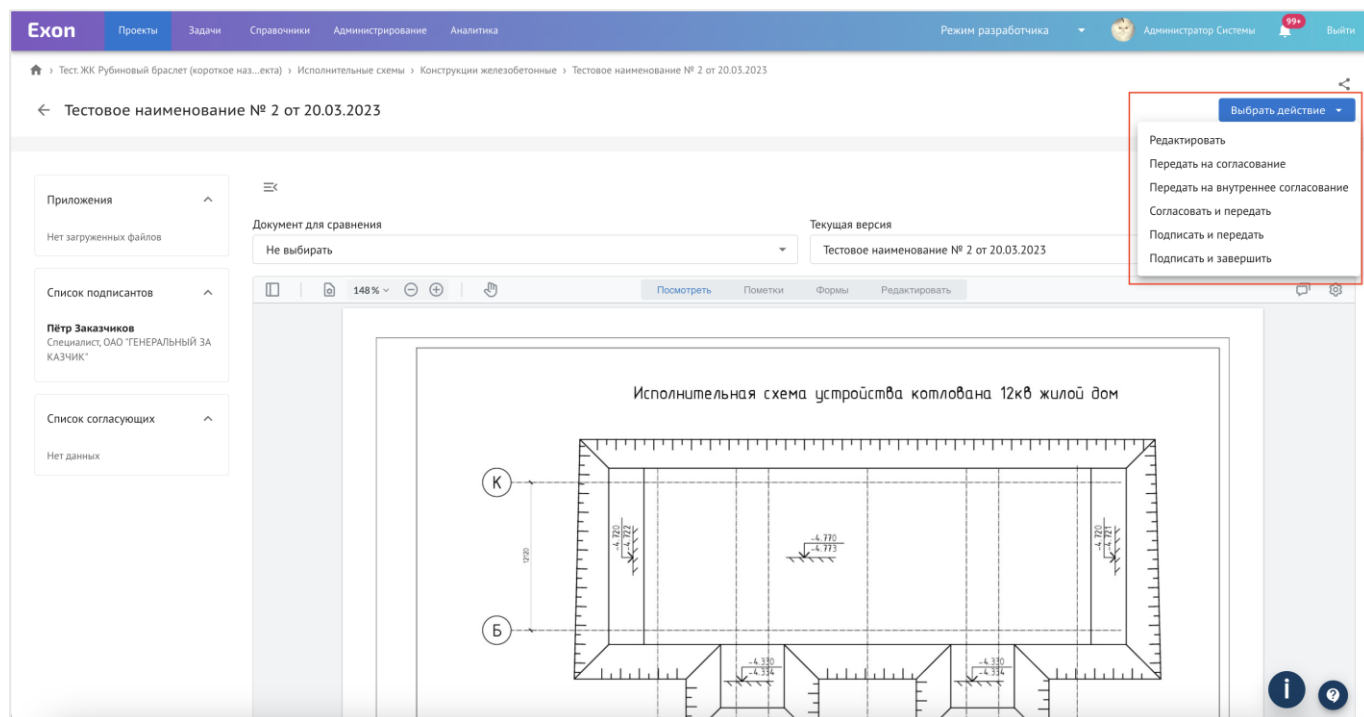

Рис. 37 – Действия с исполнительной схемой
4. При направлении на согласование (2) (рис. 36) в открывшемся окне просмотра исполнительной схемы, доступны следующие действия с ней (перечень доступных действий может отличаться в зависимости от того, на ком находится маршрут согласования) (рис. 37, 38):